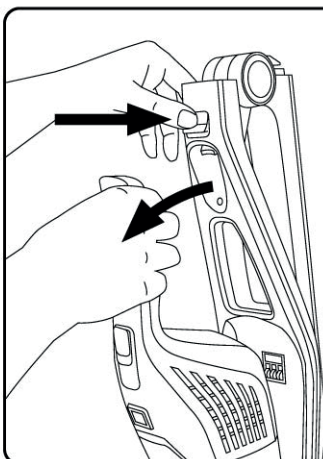

Fig.3
- La aspiradora de mano está diseñada de tal forma que permite colocar los siguientes accesorios: (Use la combinación que más se ajuste a sus necesidades) (Fig. 3)